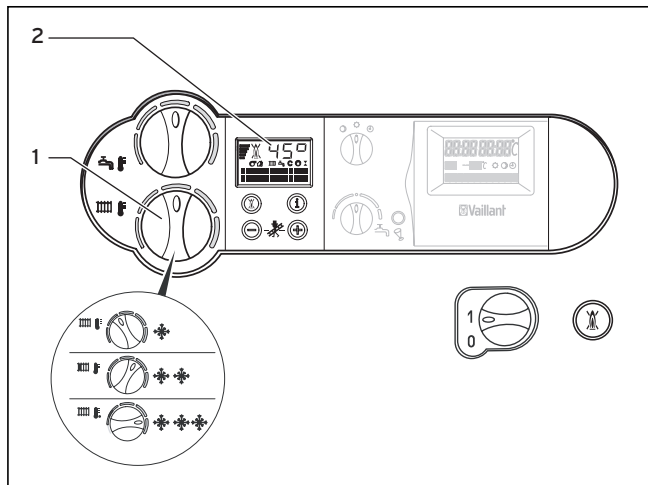

Abb. 6.7 Vorlauftemperatur-Einstellung ohne Regelgerät
Ist kein externes Regelgerät vorhanden, so stellen Sie die Vorlauftemperatur am Drehknopf (1) (Abb. 6.7) entsprechend der jeweiligen Außentemperatur ein. Dabei empfehlen wir folgende Einstellungen:
Beim Einstellen der Temperatur wird die eingestellte Temperatur im Display (2) (Abb. 6.7) des DIA-Systems angezeigt. Nach ca. fünf Sekunden erlischt diese Anzeige und im Display erscheint wieder die Standardanzeige (aktuelle Heizungs-Vorlauftemperatur).